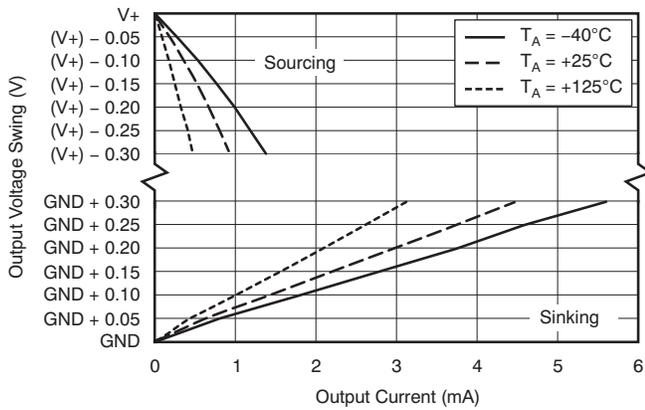

Figure 9.
(2) 由于  $V_{CM}$  为电源电压, CMRR 与 PSRR 一致。
(3) 请见典型特征图, 输出摆动至电源轨(Figure 9)。